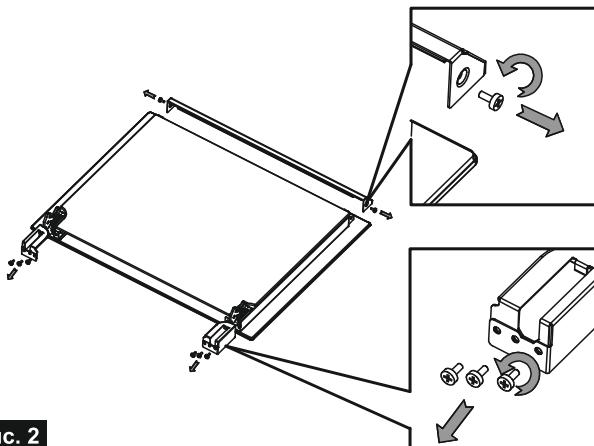

Рис. 2
- Снимите верхнюю часть (заслонку), открутив болты с обеих сторон. (См. рис. 2).
- Открутите другие 6 болтов в противоположной верхней части с обеих сторон дверцы. (См. рис. 2).